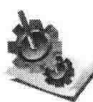

图 1-9 小程序设计界面
2) 在工具箱中分别单击标签 Label 控件、文本框 Textbox 控件和两个命令按钮 CommandButton 控件放入窗体。在属性窗口中, 将 Label1 的 Caption 属性修改为“欢迎进入 VB 世界!”, Text1 的 Text 属性 Text1 删除, Command1 的 Caption 属性改为“开始”, Command2 的 Caption 属性改为“结束”。设计后的界面如图 1-9 所示。